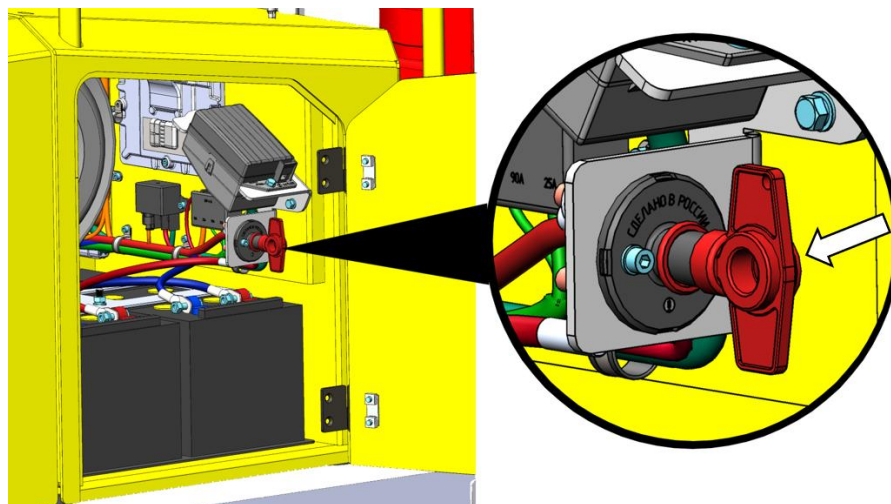

Рисунок 3.45. Главный выключатель аккумуляторной батареи («+»)
- ▶ Проверить включено питание или нет. Если питание выключено, включить его. Главный выключатель аккумуляторной батареи («+») размещен в аккумуляторном ящике, см. рис. 3.45.